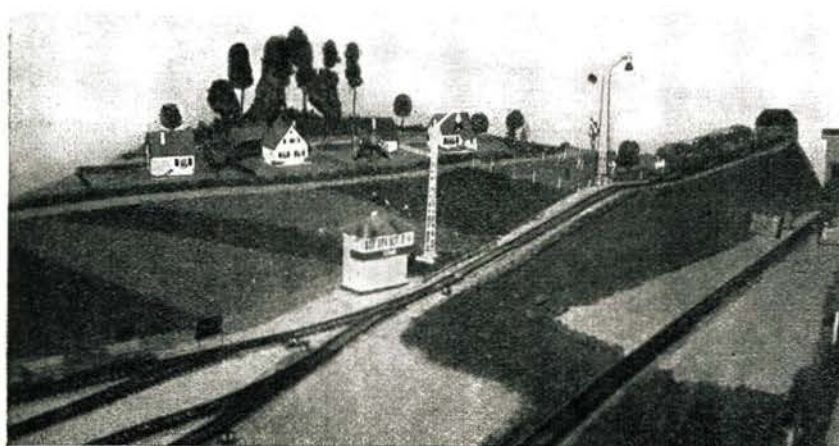

Bild 1 Blick auf die beschriebene H0-Anlage.
Puffer an Puffer fahren Günter Barthel und Horst Kohlberg aus Erfurt ihre Modellbahnzüge in der Baugröße H0. Es versteht sich von selbst, daß die Kupplungen in ihrer Formgebung vorbildgetreu sind. Horst Kohlberg baute die beiden Wagen Pw Post i Pr 92 und Bi Pr 86 (Bild 1). Bild 2 zeigt einen Ausschnitt aus der im Bau befindlichen Modelleisenbahnanlage von Horst Kohlberg. Die Fahrzeuge des Zuges, bestehend aus einer Lok der Baureihe 74 und drei Nebenbahnwagen, fahren ebenfalls Puffer an Puffer.
■ Bild 1 Blick auf das Mittelstück der Anlage des Verfassers.